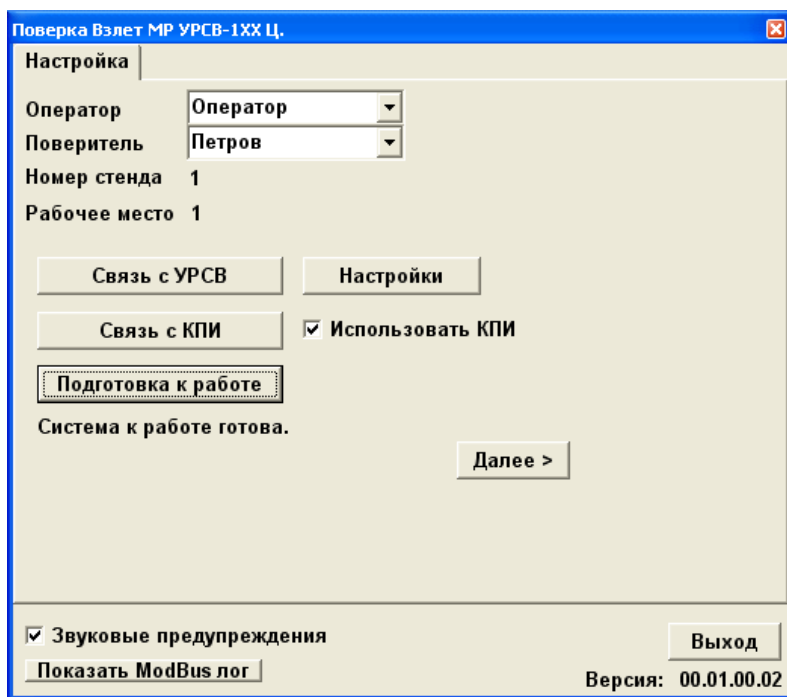
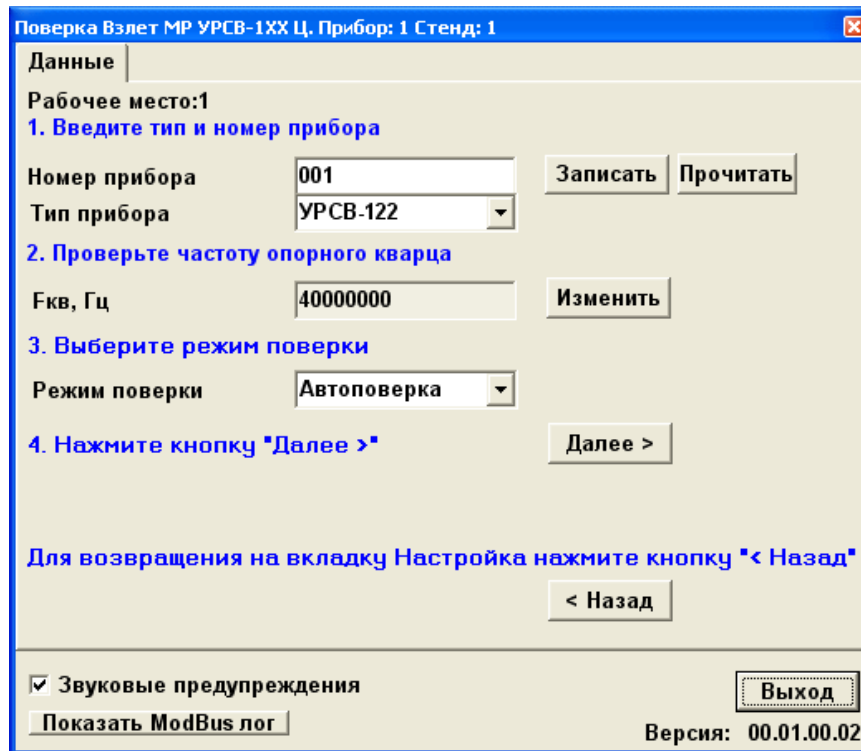

Рис. 40. Основное окно программы после проверки готовности к работе
Рис. 42. Окно программы «Данные»
- 2.7.2. Введите в соответствующих окнах фамилию поверителя и номер рабочего места. Поставьте «галочку» в окне **Использовать КПИ**. Кликнув по иконкам **Связь с УРСВ** и **Связь с КПИ**, проверьте правильность подключения КПИ и поверяемого УРСВ-1хх ц к COM-портам ПК и параметры связи. Нажмите кнопку **Подготовка к работе**. После проверки готовности окно программы примет вид, показанный на рис. 40.
- 2.7.4. В появившемся основном окне программы (рис.40) нажмите кнопку **Далее**. Окно программы примет вид, показанный на рис. 42.
2.7.6. В появившемся окне программы **Данные** (рис.42) нажмите кнопку **Далее**, появится окно рис. 44.